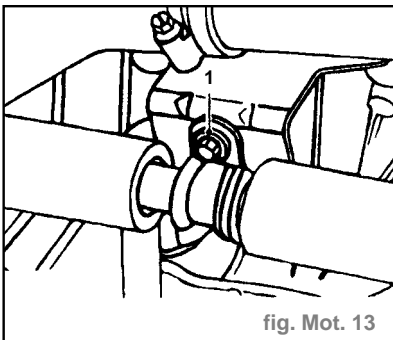

fig. Mot. 13
- Enlever le boulon maintenant le tuyau de climatisation d'air sur le support du carter du volant (1) (fig. Mot. 13).